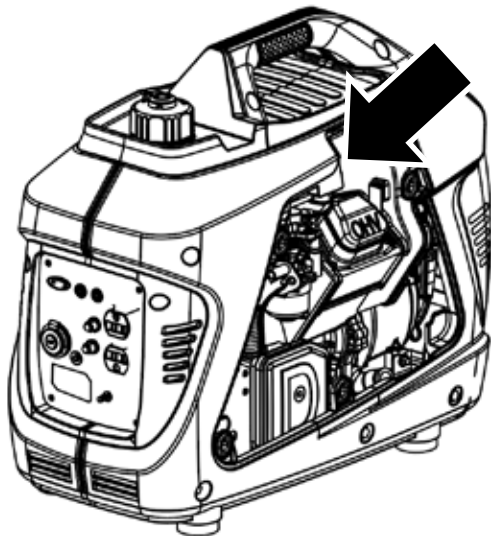

Figura 17: Localice la bujía
- 3. Para quitar el panel de servicio del motor, desbloquee la perilla y localice la funda de la bujía en la parte superior del motor (consulte la Figura 17).